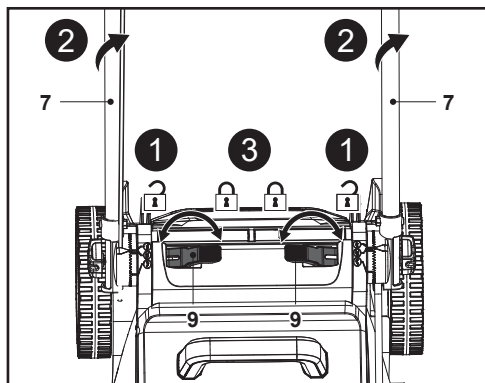

Fig. 9
2. Déplier les deux leviers de serrage (9) de l'autre main, puis faire pivoter l'ensemble de guidon (5, 7) jusqu'à l'autre position de hauteur de guidon (Fig. 9, étapes 1, 2).
3. S'assurer que le triangle de repère (7b) est aligné sur l'indicateur de hauteur de guidon (10b/10c), puis replier les deux leviers de serrage (9) pour fixer l'ensemble de guidon (5, 7) (Fig. 9, étape 3).